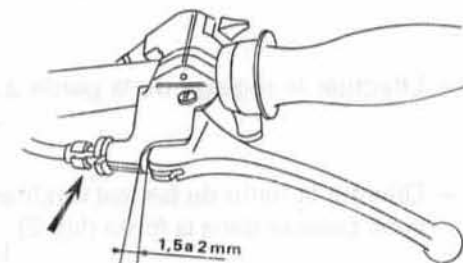

FIG. 4
- Le réglage de la garde du câble de débrayage s'effectue à la poignée en agissant sur le barillet tendeur (fig. 4).
- Une fois le réglage correct obtenu, bloquer le contre-écrou du barillet tendeur (orienter la fente du barillet tendeur vers l'avant de la machine, fig. 4).